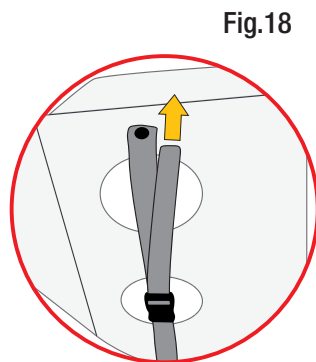

Fig.18
- chiudere le fibbie in nylon e tensionare le fettucce (fig. 18).